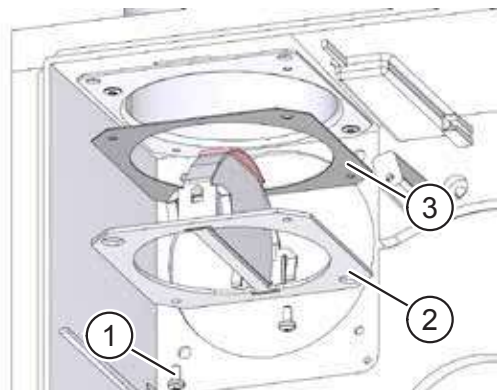

Abb. 25: Brandschutzklappe ausbauen
- ▶ Lösen Sie die beiden Schrauben M3 x 6 (Pos. 1 in Abb. 25) an der Brandschutzklappe.
- ▶ Nehmen Sie die Brandschutzklappe heraus (Pos. 2 in Abb. 25).
- ▶ Entnehmen Sie die Dichtung (Pos. 3 in Abb. 25) der Brandschutzklappe.
- ▶ Führen Sie eine Sichtprüfung der Brandschutzklappe (Pos. 2 in Abb. 25 auf Seite 43) durch:
- ▶ Legen Sie die Dichtung (Pos. 3 in Abb. 25 auf Seite 43) auf die Brandschutzklappe (Pos. 2 in Abb. 25 auf Seite 43) auf.
- ▶ Befestigen Sie die Brandschutzklappe mit den beiden Schrauben M3 x 6 (Pos. 1 in Abb. 25 auf Seite 43).